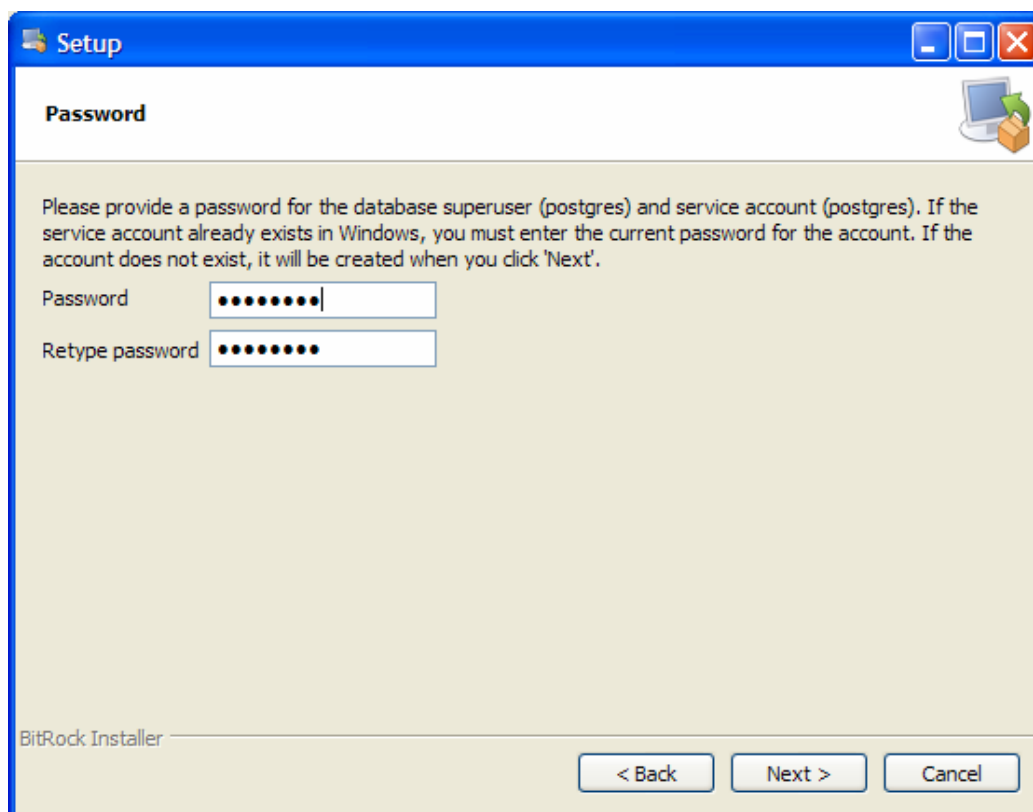

Рис. 14.3
4. Далее необходимо установить пароль, который не будет противоречить политике безопасности Вашего компьютера, и подтвердить его (рис. 14.3). По умолчанию устанавливается пароль postgres. Если Вы вводите другой пароль, то после установки базы и программы может потребоваться ручная инициализация базы данных вместо автоматической (см. п. 11 текущего раздела). Нажать «Next >».